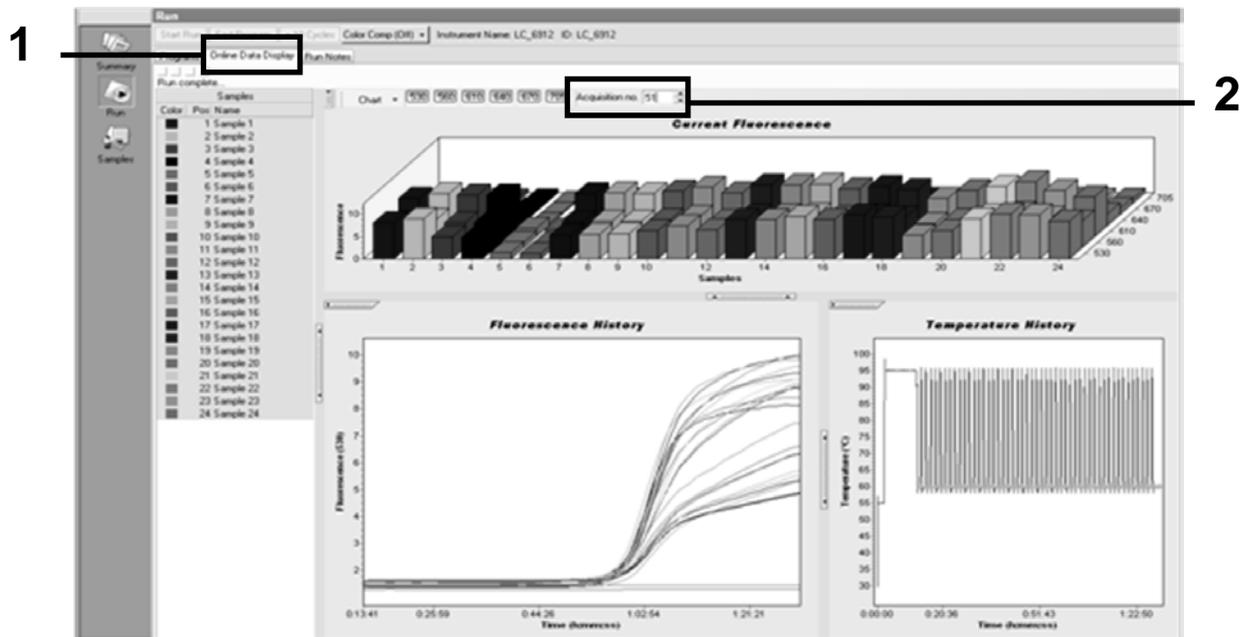

Ilustración 29. Resultados e historial de “Online Data Display” (Pantalla de datos en línea).
11. Cuando acabe la serie de amplificación, haga clic en la pestaña “Online Data Display” (Pantalla de datos en línea) (ilustración 29). Abra el menú de visualización situado en la parte superior izquierda de la ventana “Current Fluorescence” (Fluorescencia actual) y escriba 51 en “Acquisition no.” (N.º de adquisición).